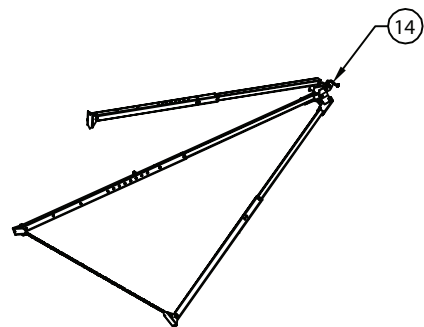

FIG. 4b
1. Mettere il treppiede di lato come mostrato nella Fig. 4b, con la gamba con la puleggia [14] rivolta verso l'alto.